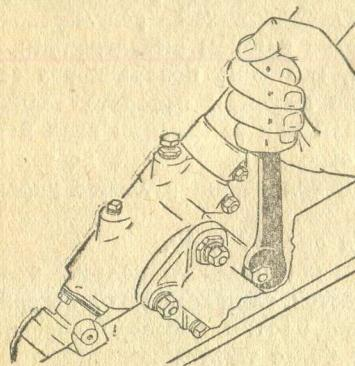
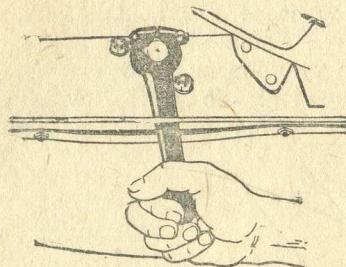
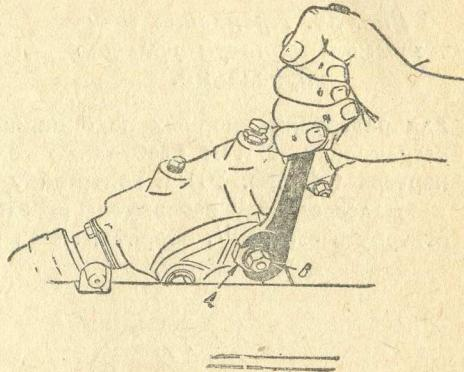

Рис. 34. Крепление гаек крышки картера рулевого управления.
Рис. 37. Проверка зазора в зацеплении сектора и червяка.
Рис. 38. Поворачивание эксцентричной регулировочной втулки.
Устранение осевой игры вала сектора. Прежде всего необходимо убедиться, затянуты ли гайки шпилек (1), крепящих крышку картера рулевого управления (3) к самому картеру (рис. 34).
димо установить рулевое колесо в среднее положение, соответствующее езде по прямой дороге. Затем надо взять сошку за конец, как указано на рис. 37, и покачать ее взад и вперед для определения величины ее мертвого хода, соответствующего повышенному зазору в зацеплении червяка и сектора. В случае обнаружения «качки», следует отвернуть все три гайки шпилек крышки картера (рис. 34) на $\frac{1}{4}$ оборота и гайку (В — рис. 38) эксцентричной регулировочной втулки А на $\frac{1}{2}$ оборота. Затем, захватив ключом шестигранник эксцентричной регулировочной втулки А, медленно поворачивать ее по часовой стрелке, проверяя в отдельные моменты поворота величину мертвого хода, остающегося еще у сошки при ее качании взад и вперед. Поворачивать втулку по часовой стрелке необходимо до тех пор, пока не будет уничтожен весь мертвый ход сошки рулевого управления (но не больше).
После этого необходимо туго затянуть гайку В (рис. 38) шпильки регулировочной втулки А и только потом затянуть все остальные гайки крепления крышки картера. Соблюдение указанного условия совершенно необходимо.